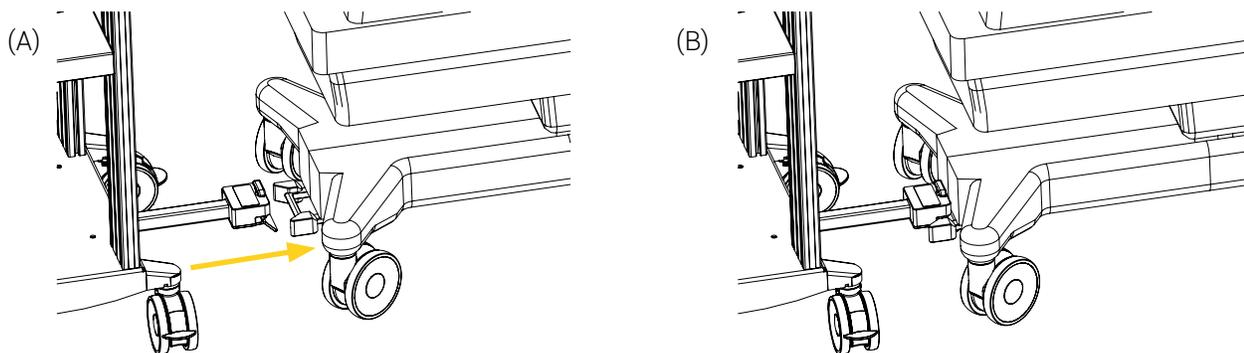

Figure 7 : Installation du chariot de transport sur l'incubateur Babyleo TN500
- Se placer sur le côté du chariot de transport, puis aligner le bras rabattable avec le dispositif d'accouplement THS sous l'incubateur (Figure 7 A).
- Pousser le chariot de transport vers l'incubateur, jusqu'à ce que le dispositif d'accouplement THS soit inséré et sécurisé dans le mécanisme de verrouillage du bras (Figure 7 B).